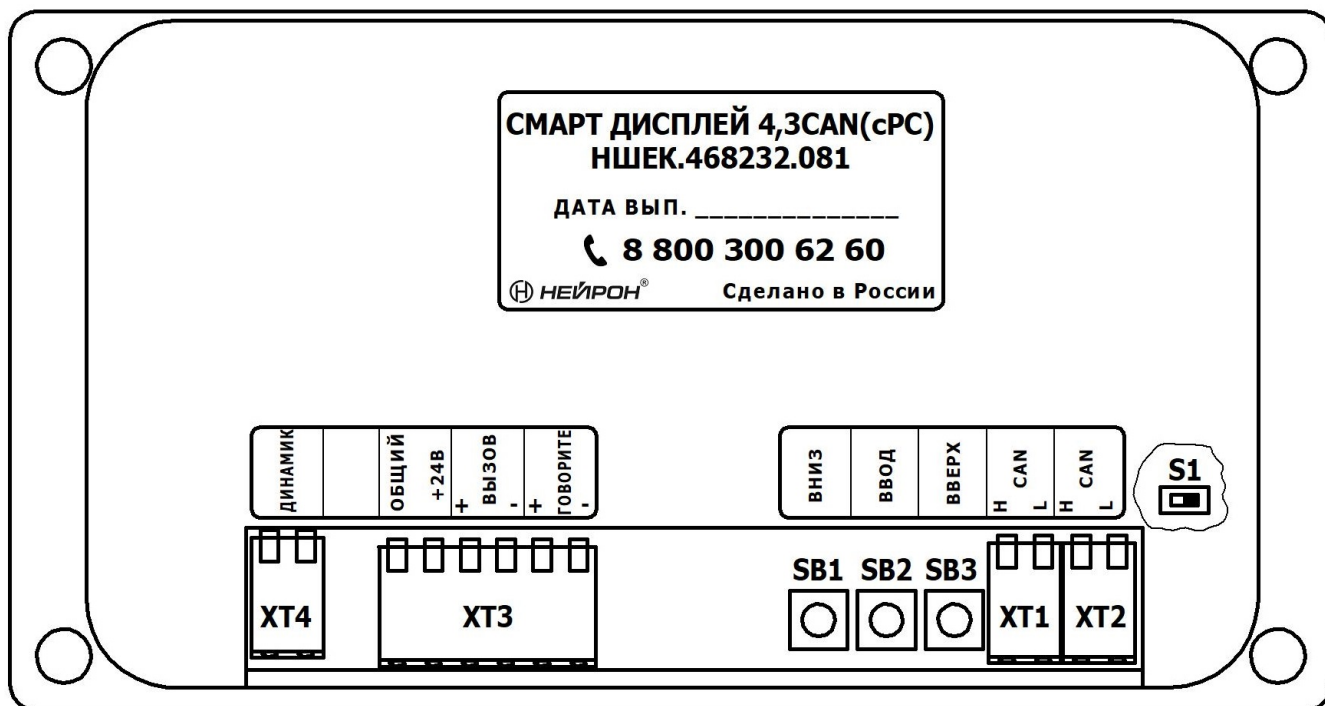

Рис.1. Расположение разъемов и органов управления
7.2 Выполнить подключение разъема XT1 согласно таблице 1, и разъема XT3 в согласно таблице 2. Расположение разъемов показано на рис.1.